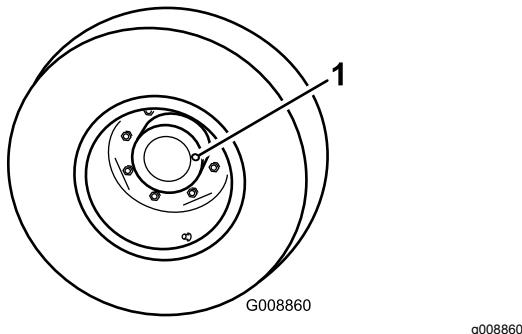

図 43
1. 平らな場所で、ホイールの点検/ドレン・プラグ図43が時計の3時または9時の位置に来るよう停止させる。
2. プラネタリに付いているプラグ図43を抜く。ブレーキの後側で、プラグ穴の高さまで油量があればよい。